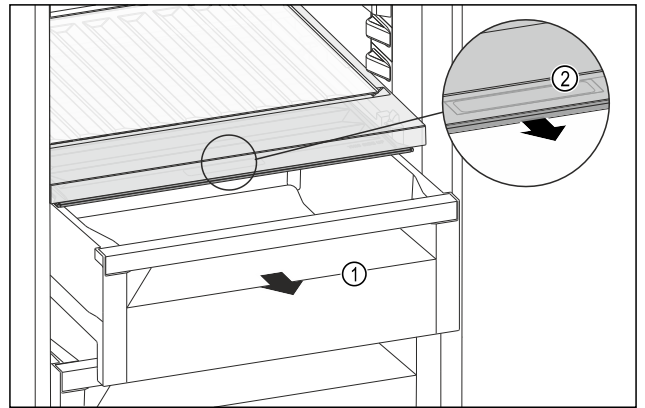

Fig. 133
- ▶ Retirer le tiroir Fig. 133 (1).
- ▶ Saisir la poignée encastrée Fig. 133 (2) du couvercle du compartiment et tirer le couvercle du compartiment par l'avant.